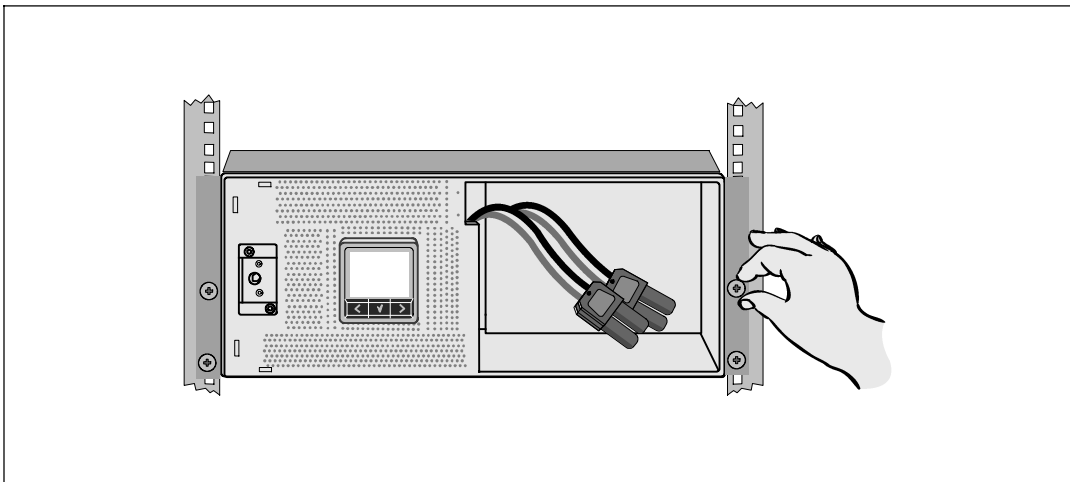

図14. キャビネットの固定方法
- 7 マウンティングブラケットにある4つの蝶ネジを使って、キャビネットの前方をラックに固定します（図14を参照）。手で強く締めてください。電動工具は使用しないでください。その他のキャビネットも同じ方法で固定します。